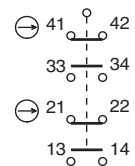

Fig. 6 : Affectation des contacts des éléments de commutation
Utiliser au moins un contact (⊖). Celui-ci signale la position du protecteur (affectation des contacts, voir Fig. 6).
2. Effectuer le raccordement et serrer les bornes au couple de 0,5 Nm (affectation des contacts, voir Fig. 6).